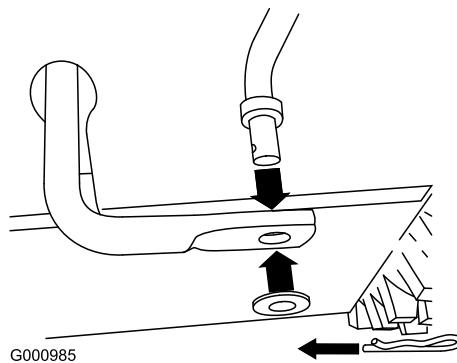

Figura 10
- Togliete la coppia a forcina e la rondella dal lato inferiore dell'asta di comando della velocità ed inserite il lato inferiore dell'asta nel braccio articolato inferiore, in modo che il lato curvo dell'asta di comando della velocità sia rivolto indietro (Figura 10).